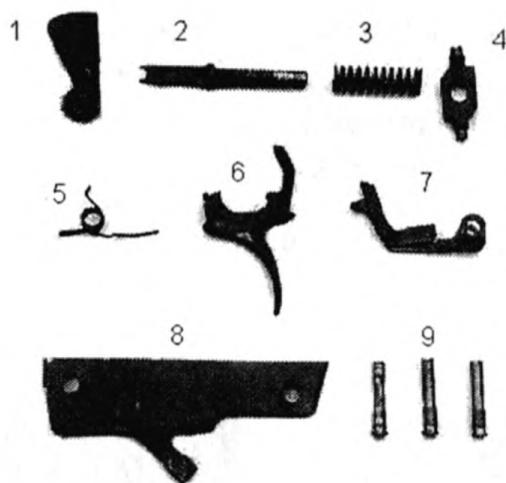

Рис. 21
Ударно-спусковой механизм (рис. 21) выполнен в виде отделяемого узла и состоит из корпуса (8), курка (1), боевой пружины (3), вилки (2), упора боевой пружины (4), спускового крючка с разобщителем (6), пружины спускового крючка (5), автоспуска (7) и трех осей (9).
Боевая пружина (рис. 21) служит для придания курку кинетической энергии, необходимой для нанесения удара по ударнику. Конструктивно боевая пружина представляет собой цилиндрическую пружину сжатия. При сборке боевая пружина надевается на цилиндрическую часть вилки.
Вилка (рис. 21) служит для передачи усилия боевой пружины на курок. Задняя часть вилки имеет цилиндрическую форму и является направляющей боевой пружины. Передняя часть вилки имеет плоскую форму. На переходе от цилиндрической части к плоской образован упор для переднего торца боевой пружины. На переднем торце вилки имеется полукруглый паз, взаимодействующий со штифтом курка.
Упор боевой пружины (рис. 21) служит для создания опоры неподвижному торцу боевой пружины, обеспечивает продольное перемещение и качание вилки при работе ударно-спускового механизма, а также фиксацию задней части корпуса ударно-спускового механизма в ствольной коробке. Упор боевой пружины имеет центральное отверстие для прохода цилиндрической части вилки и симметрично расположенные цапфы. Цапфы упора боевой пружины входят в отверстие и наклонный паз в задней части корпуса ударно-спускового механизма. Выступающие концы цапф упора боевой пружины при сборке пистолета-пулемета входят в пазы на боковых стенках ствольной коробки, обеспечивая фиксацию задней части корпуса ударно-спускового механизма.